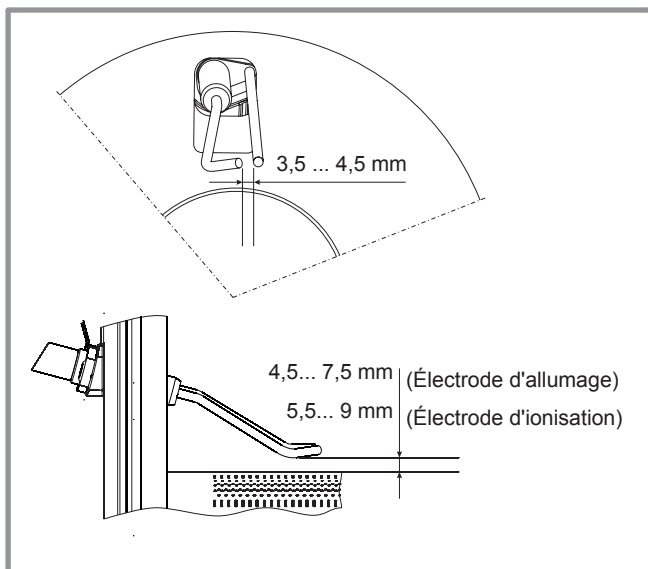

figure 57 - Réglage des électrodes
- Vérifier l'écartement et le positionnement des électrodes (figure 57).